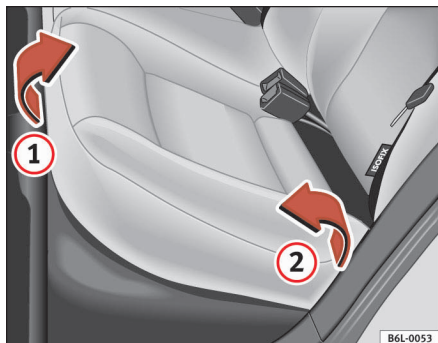
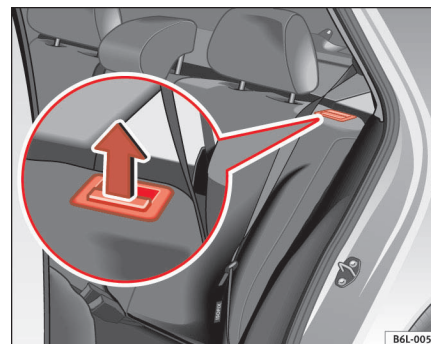

Fig. 69 Rabattement de l'assise arrière
Fig. 70 Touche de déverrouillage du dossier arrière
- Tirer du bord avant de l'assise ⇒ fig. 69 ① vers l'avant dans le sens de la flèche.
- Soulever l'assise ② vers l'avant dans le sens de la flèche.
- Tirez la touche de déverrouillage ⇒ fig. 70 dans le sens de la flèche et basculer le dossier vers l'avant.